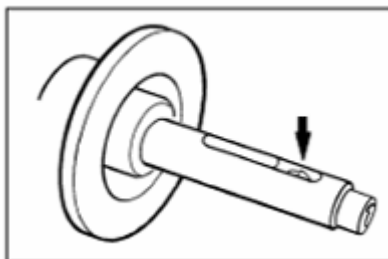

Рис. 6 Положение разжима
- Установить зажимные кулачки в положение **разжима** (рис. 6).